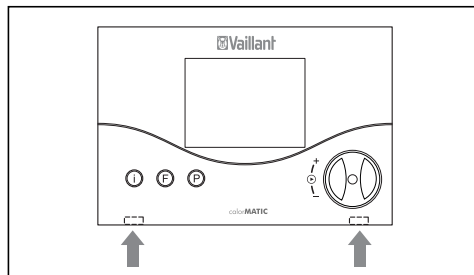

Fig. 4.1 Oplåsning af indgrebskroge
- Tryk forsigtigt indgrebskroge til side med en skruetrækker (fig. 4.1), og træk termostaten frem og af.